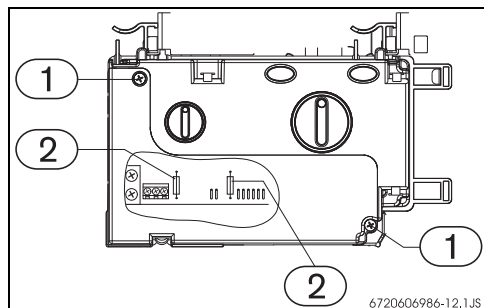

Рис. 23 Блок управления
- Вынуть плавкие предохранители из корпуса (рис. 23, поз. 1) и снять колпак.
- Заменить плавкие предохранители (рис. 23, поз. 2).